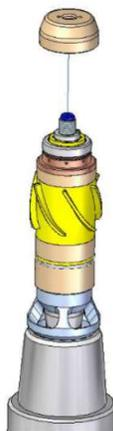

Рисунок 10.4.13
33. Установить обтекатель, контролируя попадание шпонки обтекателя в генератор (рисунок 10.4.13).